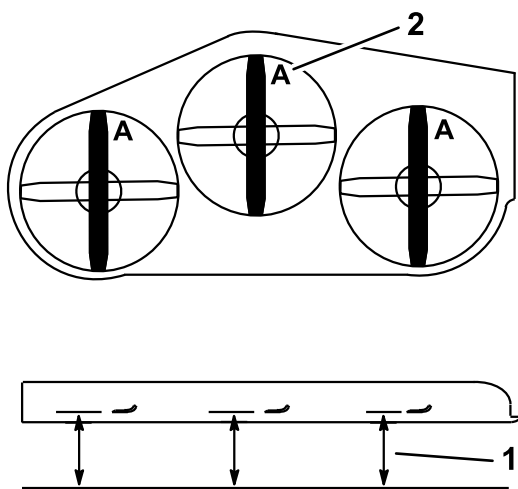

Figura 77
4. Meça desde uma superfície nivelada até à extremidade de corte, posição **A**, das lâminas (Figura 77).